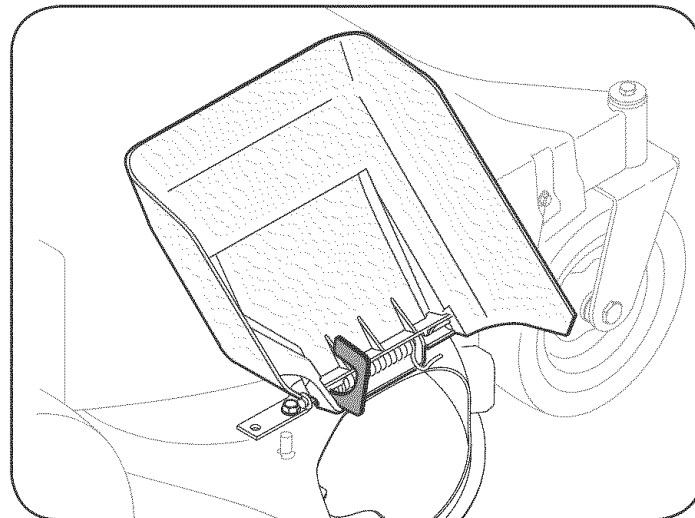

Figura 1
1. Ubique el soporte del canal que sostiene el canal de descarga en posici n vertical, Figura 1.